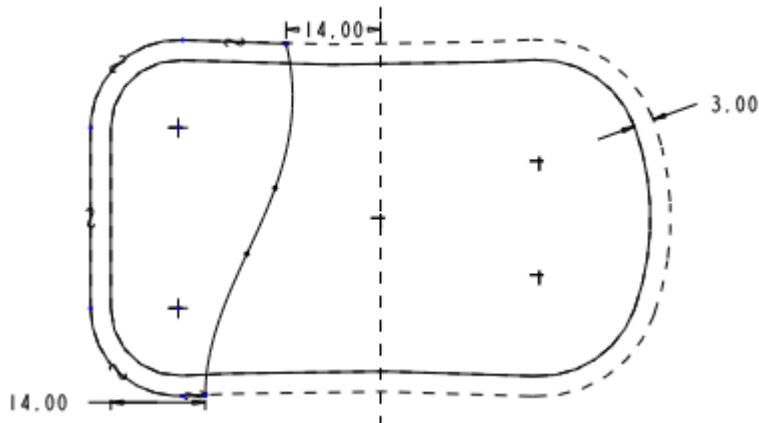

图 42-25
(3) 单击 ，打开【剖面】对话框。选择模型底面为草绘平面，绘制如图 42-25 所示的截面。